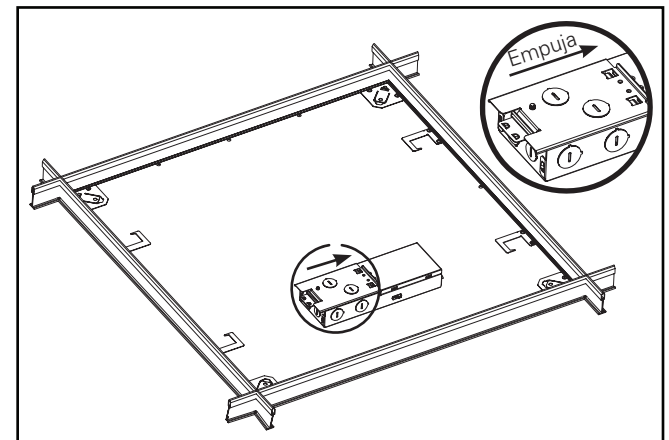

Imagen 6.
8. Mete todos los cables y tuercas para cables en la caja de conexiones del accesorio, reemplaza la placa de acceso eléctrico y encaja de manera segura en su lugar (Fig. 6).